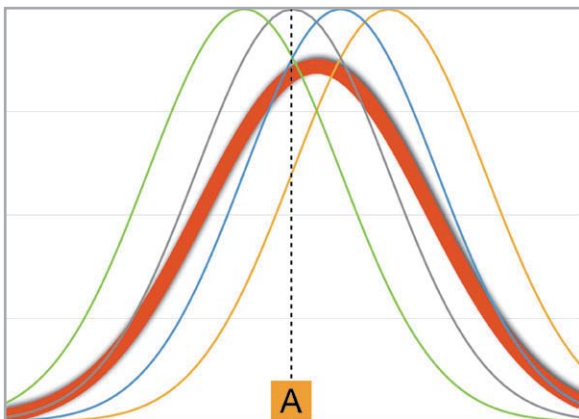

Bild 7: So könnten die Einstellungen vor dem Abgleich aussehen.
- Bild 7 zeigt uns, wie die verschiedenen Filterstufen aussehen könnten. Die graue Kurve ist korrekt auf die gewünschte ZF-Frequenz (in diesem Fall 460 kHz) abgestimmt, die anderen Kurven (grün, blau und orange) passen aber nicht gut für die ZF-Frequenz.